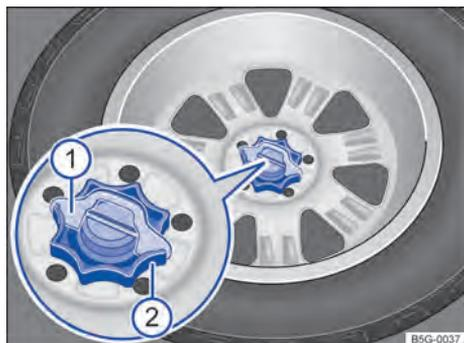

Fig. 245 En el maletero: ruedecilla para fijar la rueda de repuesto.
- Extraiga la cuña del seguro antigiro → fig. 245 ① hacia arriba.
- Desenrosque por completo la ruedecilla central que sujeta la rueda de repuesto ②, en el sentido contrario al de las agujas del reloj, y extraiga la rueda.